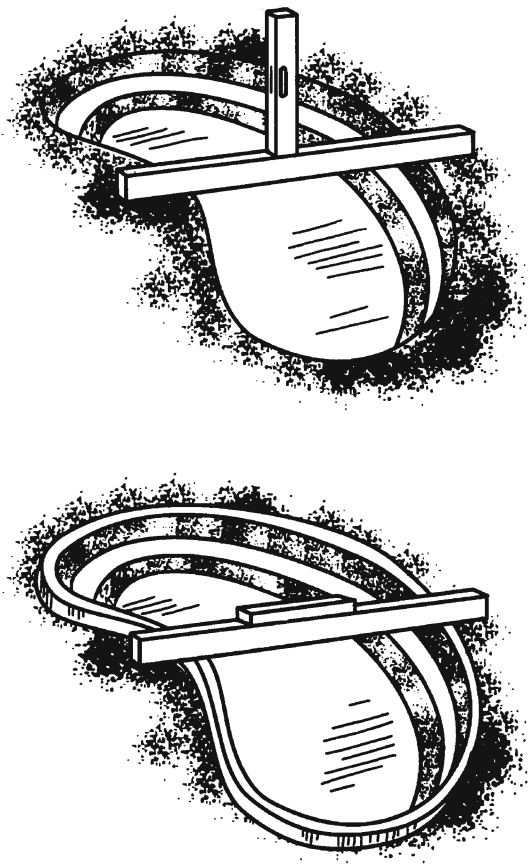

Рис. 6. Проверка дна и бортов котлована
*Этап III.* Тщательно очищают котлован и прибрежную часть от камней и комков земли. Дно выравнивают. Высоту стенок (она должна быть одинаковой) и горизонтальность дна проверяют способами, указанными на рис. 6.